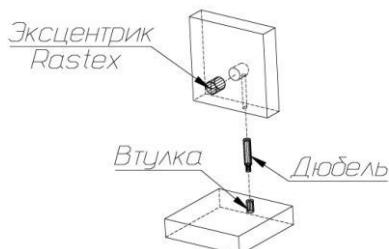

Рис. 1
1. В боковые стенки (51), (52), горизонтальные щиты (54), (55), планку крепления (58) в имеющиеся отверстия установить эксцентрики, таким образом, чтобы стрелка была повернута в сторону отверстия в торце.
В установленные муфты эксцентриковых стяжек на боковых стенках (51), (52) и крышке (53) ввернуть дюбели (рис.1).
2. На боковые стенки (51), (52) установить направляющие для ящиков с помощью шурупов 6,3x10,5мм (при установке направляющих - первое отверстие на боковой стенке совместить с третьим отверстием в верхнем ряду на направляющей).